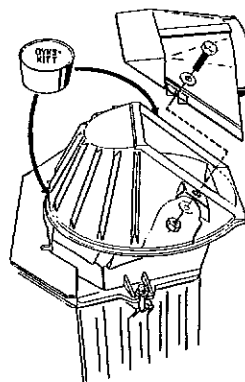
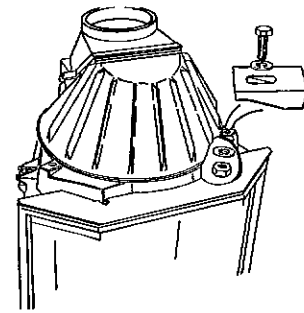

Fig. 2 Horisontalt røykuttak
Fig. 4 Låsing av røykklokke
Peisen leveres med røykstussen umontert. Etter ønske kan denne monteres for horisontalt (10° stigning) eller vertikalt røykuttak (se fig. 2 og 3).
NB! Husk ovnskitt ved monteringen (se fig. 2). (2 stk. skruer M6 x 30, 2 stk. muttere M6, 2 stk skiver MØ 6x12 og 2 stk. skiver MØ 6x25.
5. Når det er tatt hull i skorsteinen settes røykklokken på plass. Husk ovnskitt. (Se fig. 2). Etter å ha dreid røykklokken i riktig stilling for røykinnføringen, låses den med festebrakettene (fig. 4). (2 stk. skruer M6 x 25, 2 stk. skiver MØ 6 x 25, 2 stk. skiver MØ 6 x 12 og 2 stk. muttere M6).